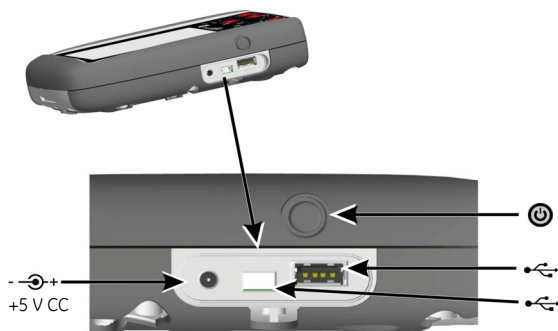

Figura 2, Vista lateral
1. Conecte la fuente de alimentación CC/cargador de batería a la conexión +5 VCC del lateral de la unidad (consulte la Figura 2, Vista lateral).
2. La batería también se puede cargar a través de las conexiones USB (consulte la Figura 2, Vista lateral).
Con la unidad apagada, pulse el botón de encendido (consulte la Figura 2, Vista lateral) hasta que aparezca el tablero.